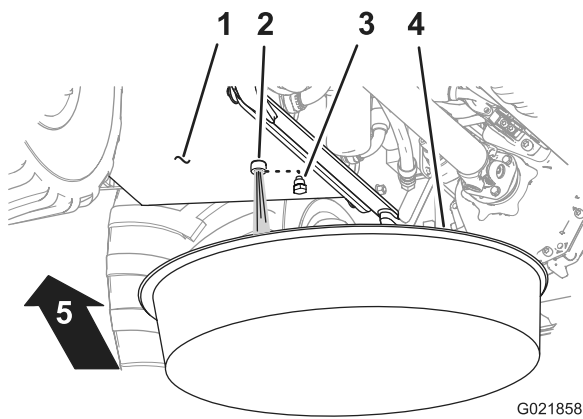

Figure 93
4. Placez un bac d'au moins 75,7 L (20 gal. américains) sous le bouchon de vidange du réservoir hydraulique (Figure 93).
- Retirez le bouchon de vidange du réservoir de liquide hydraulique (situé sous le réservoir) et vidangez le réservoir (Figure 93).
- Remettez le bouchon de vidange en place (Figure 93).